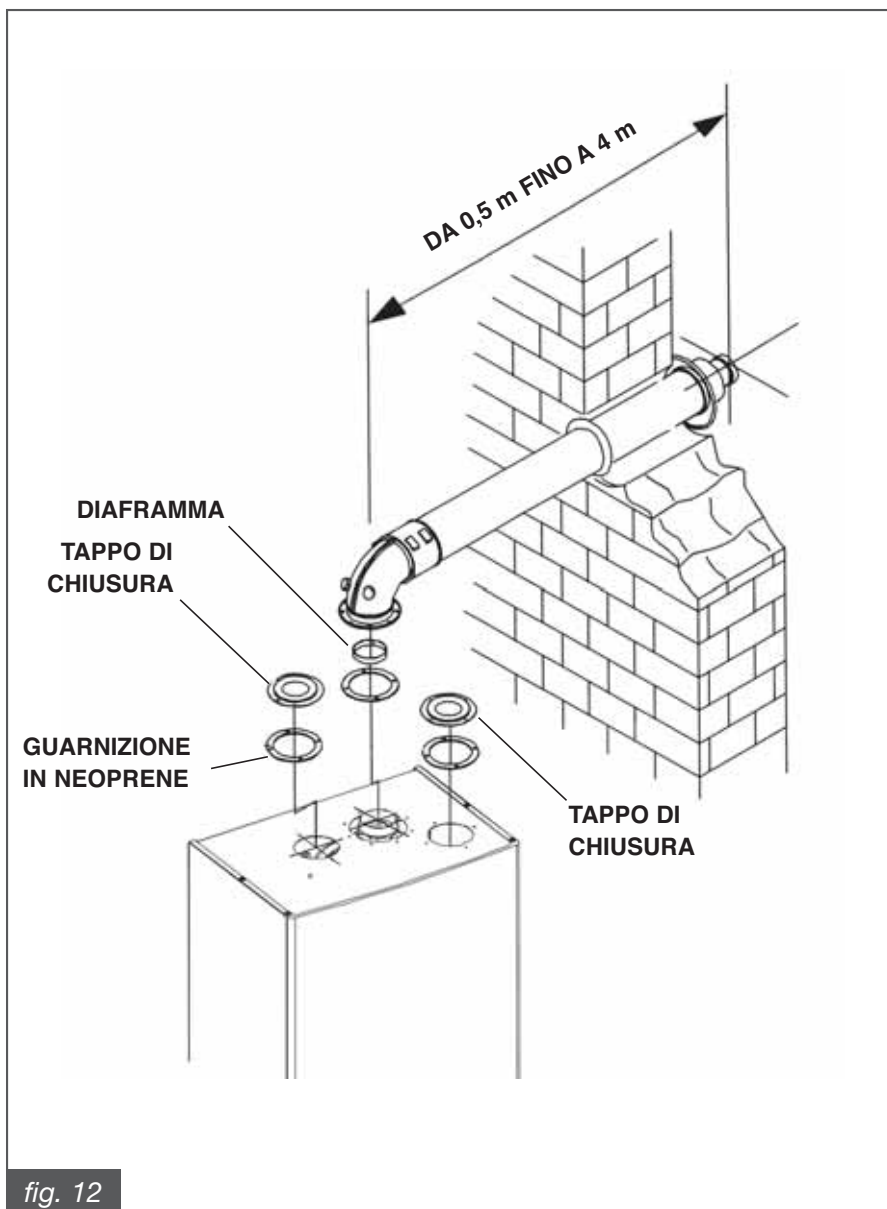

fig. 12
- il terminale di tiraggio deve sovrastare almeno 1,5 metri l'attacco del condotto di scarico sulla caldaia (vedi fig. 12).
Utilizzo dei diaframmi forniti a corredo della caldaia (fig. 12)